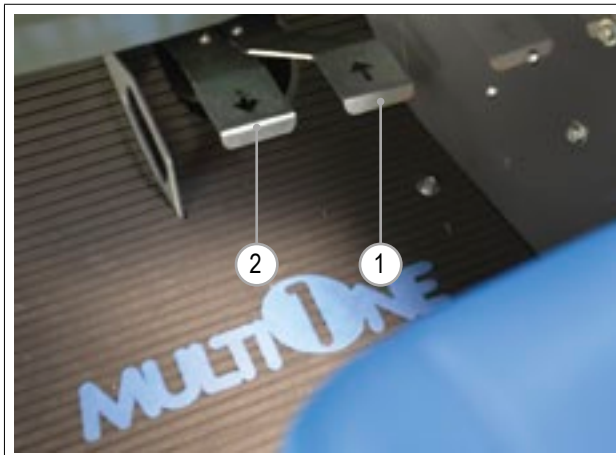

РИС. 23
- 4) Нажмите педаль желаемого направления движения «Вперед» (РИС. 23 – Сс. 1) или «Реверс» (РИС. 23 – Сс. 2).